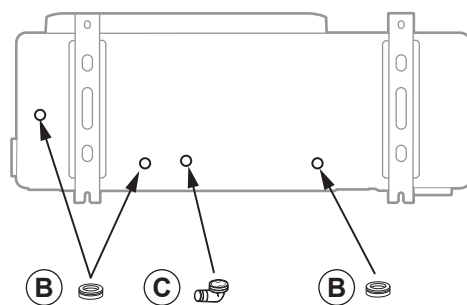

fig. 18 - Posa dell'unità esterna, scarico della condensa
- Durante il funzionamento, potrebbe uscire dell'acqua dall'unità esterna. Non installare l'apparecchio su una terrazza; privilegiare una zona drenata (letto di ghiaia o sabbia). Se l'installazione è eseguita in una regione nella quale la temperatura scende al di sotto dei 0°C per un lungo periodo, verificare che la presenza del ghiaccio non presenti un pericolo. È inoltre possibile collegare un tubo di scarico sull'vaschetta di recupero (fig. 18).
L'unità esterna deve essere sopraelevata di almeno 50 mm rispetto al suolo. Nelle zone innevate, occorre aumentare l'altezza ma senza mai superare 1,5 m (fig. 18).